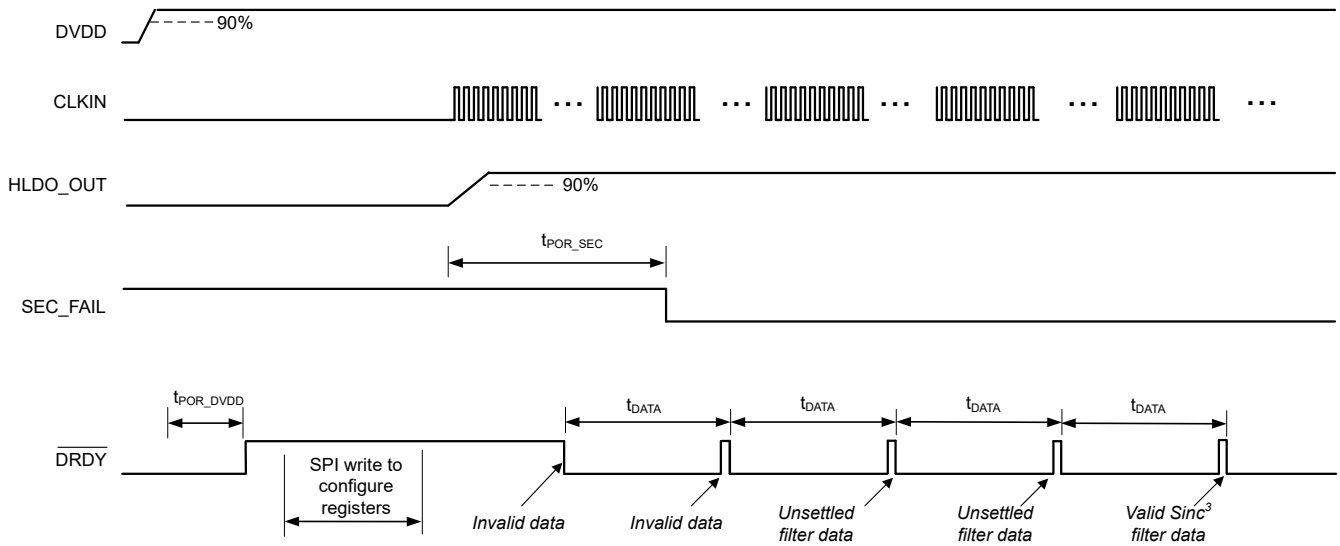
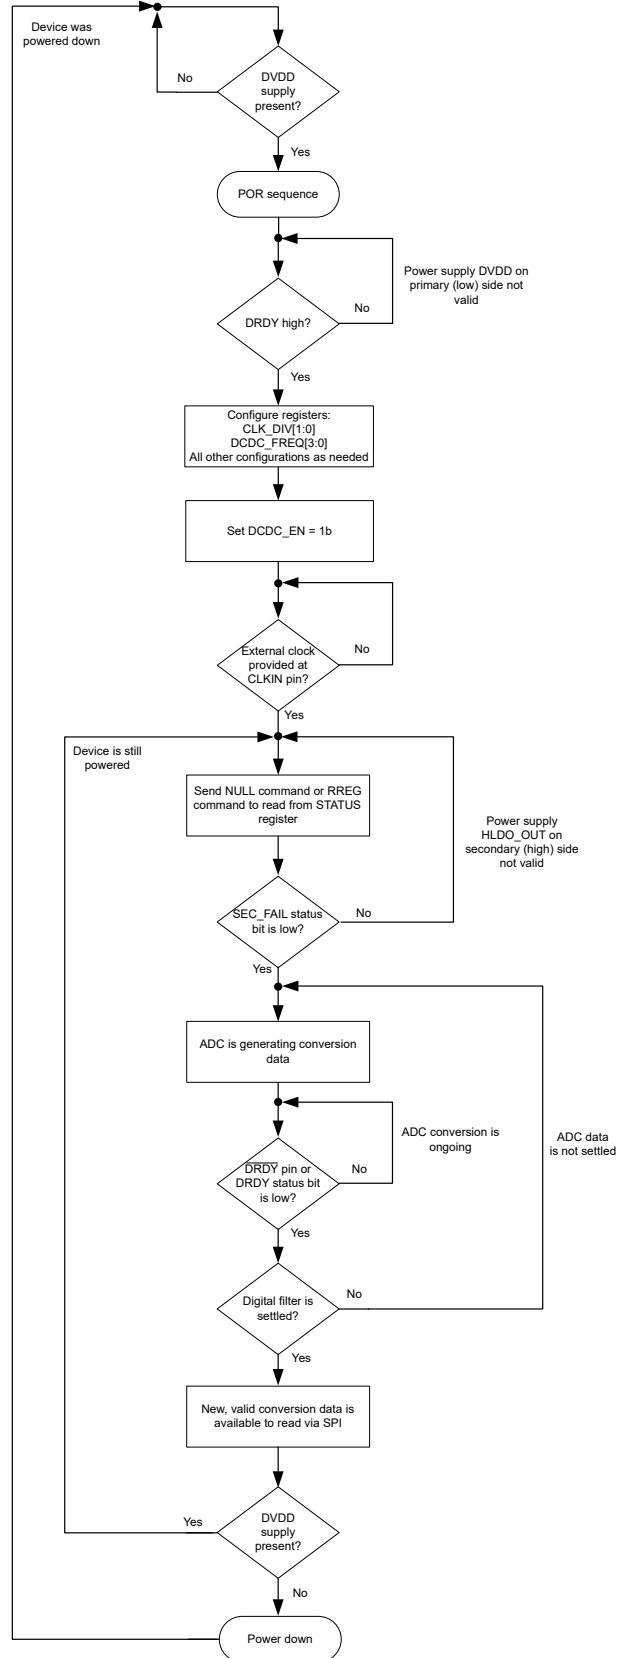

图 8-18. 上电启动行为和稳定时间，OSR = 1024
图 8-19. 上电启动过程的流程图
本节介绍了 AMC130M03 上电的推荐步骤。图 8-18 所示为使用此建议序列时器件行为的时序图。图 8-19 以图形方式提供了建议序列的流程图。
- $\overline{\text{DRDY}}$ 从高电平转换到低电平表示新的转换数据可用。如图 8-18 所示，只有 SEC_FAIL 在转换期间读取为 0b 时，ADC 数据才有效。图 8-18 中显示的前两个转换结果表示无效数据。
- 当 ADC 生成有效数据时，数字滤波器必须稳定，如 SINC^3 和 $\text{SINC}^3 + \text{SINC}^1$ 滤波器部分所述。图 8-18 中展示的两个后续转换结果是未稳定的结果（假设 OSR 等于 1024），而显示的最后一个转换结果提供了有效的稳定数据。
在图 8-18 中， $t_{\text{POR_SEC}}$ 是从启用直流/直流转换器到 SEC_FAIL 位的第一个下降沿的时间，其中后者表示 HLDO_OUT 引脚上的次级电源已稳定。 $t_{\text{POR_DVDD}}$ 是从 DVDD 电源 90% 到 DRDY 第一个上升沿的时间。